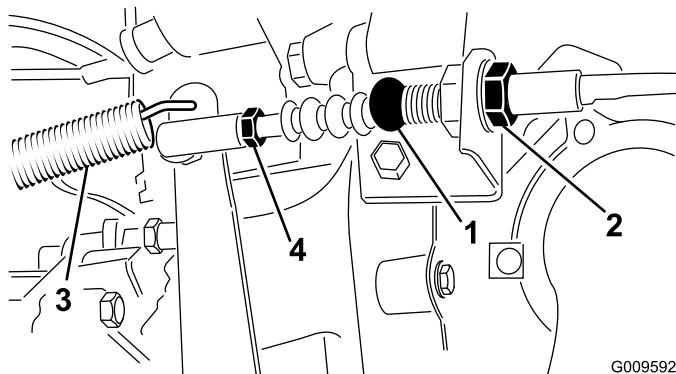

Рисунок 73
- Ослабьте контргайки крепления троса сцепления к кронштейну на корпусе сцепления (Рисунок 73).